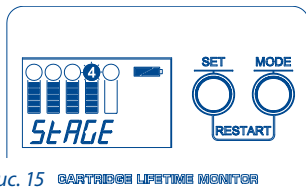

Рис. 15 CARTRIDGE LIFETIME MONITOR
b. Нажать и удерживать кнопку MODE до звукового сигнала, после этого номера установленных ступеней будут мигать, и на дисплее появится надпись STAGE (Рис. 15).